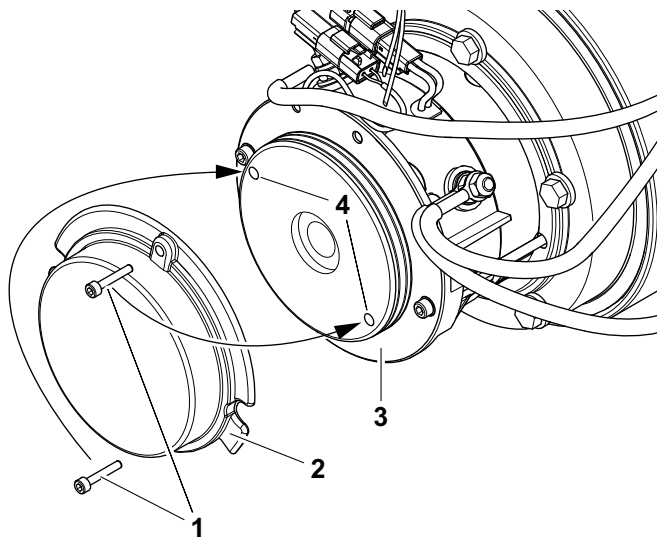

图 3-21. 制动器 - 手动松开。
(参见图3-21.)
2. 从驱动马达单元的背面卸下两个盖板螺栓 (1) 和盖板 (2)。
3. 参看图 3-21., 制动器 - 手动松开., 将盖板螺栓 (1) 插入到制动器外壳 (4) 上的两个脱离孔
4. 将脱离孔中的盖板螺栓 (3) 向下拧紧，驱动马达上的制动器将松开。
7. 重新安装盖板 (2) - 在安装之前，应检查密封盖 (3) 是否损坏，并根据情况更换。